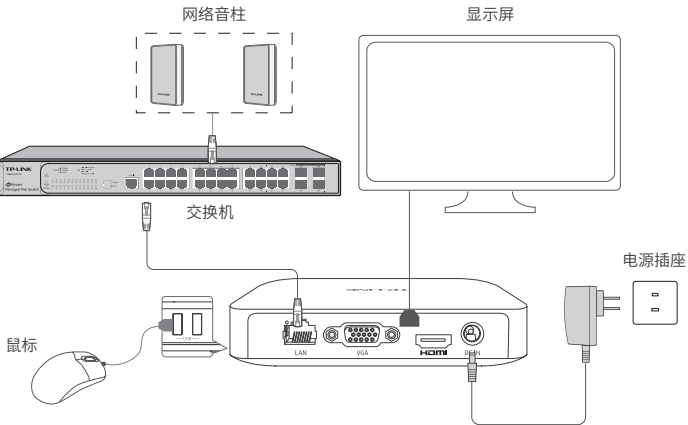

图3-1 设备连接示意图
本产品通过VGA接口或HDMI接口接入显示器，接入网线并插上电源和USB鼠标、键盘等设备。当指示灯显示常亮，表示系统已开机，可参考图3-1连接设备，启动过程预计需要3-5分钟，请耐心等待。
1. 确保服务器已正确连接显示器、鼠标及其它设备，根据需求，选择合适的连接方式，可参考图3-1。